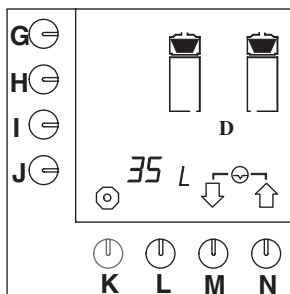

Fig. 14 Compteur journalier du système de filtration
Après avoir introduit le code d'accès utilisateur, la fig. 14 s'affiche. Le nombre total de litres de café produits ce jour est lisible sur l'écran de contrôle.
- Maintenez la touche de programmation (G.) enfoncée jusqu'à ce que la fig. 14 s'affiche sur l'écran de contrôle.